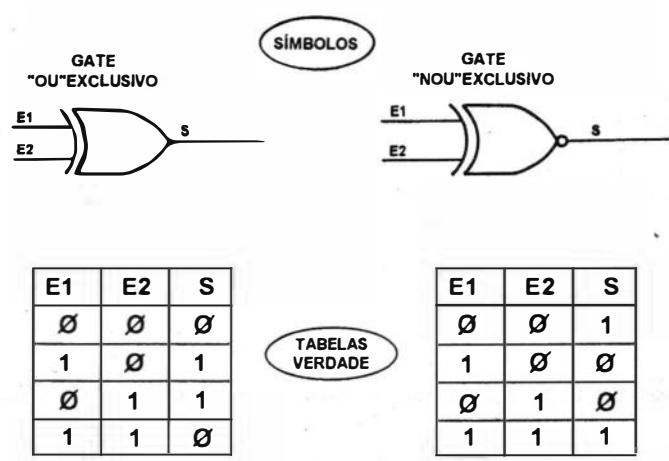

FIG. 14
- FIG. 14 - GATES OR E NOR, "EXCLUSIVOS"... - Algumas "tomadas de decisão" aídamais complexas, também podem ser assumidas por *gates* especiais, cujos SÍMBOLOS e TABELAS VERDADE são mostrados no diagrama (no caso, "OU" EXCLUSIVO de 2 ENTRADAS, e "NOU" EXCLUSIVO de 2 ENTRADAS...). Para entender a função "EXCLUSIVA" dos blocos, vamos a um